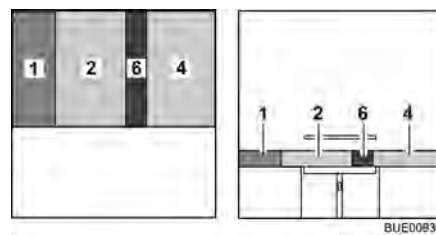

Fig. 79 Dopo la trasformazione
- Posizionare il cuscino dello schienale (Fig. 79,1) tra il cuscino del divano e la parete.
- Posizionare il cuscino aggiuntivo (Fig. 79,6) tra i cuscini del divano (Fig. 79,2 e 4).